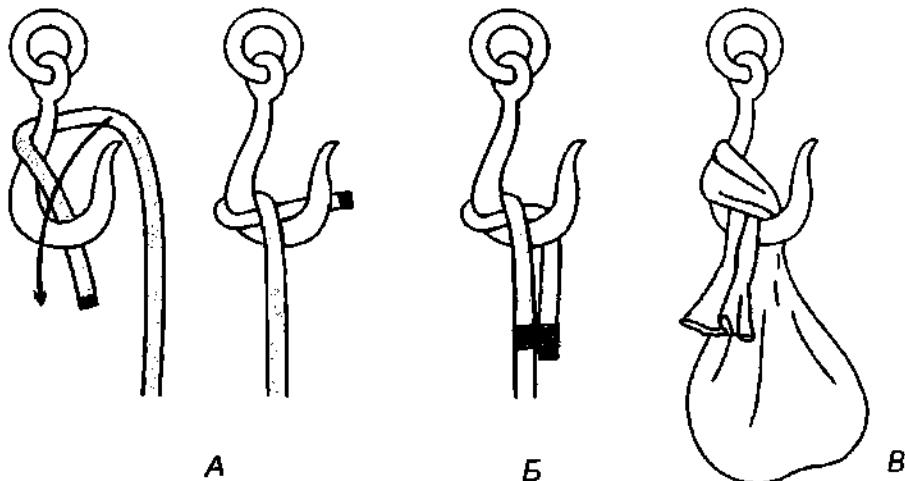

Рис. 962. Гачный узел.
**Гачный узел** – это **самозатягивающийся полуштык**, завязанный на гаке (рис. 962). При длительном использовании узла, чтобы **гачный узел** после прекращения нагрузки не развязывался сам собой, ходовой конец прихватывают к коренному временной схваткой (рис. 962 Б). Этот узел особенно хорошо держит на толстом тросе.